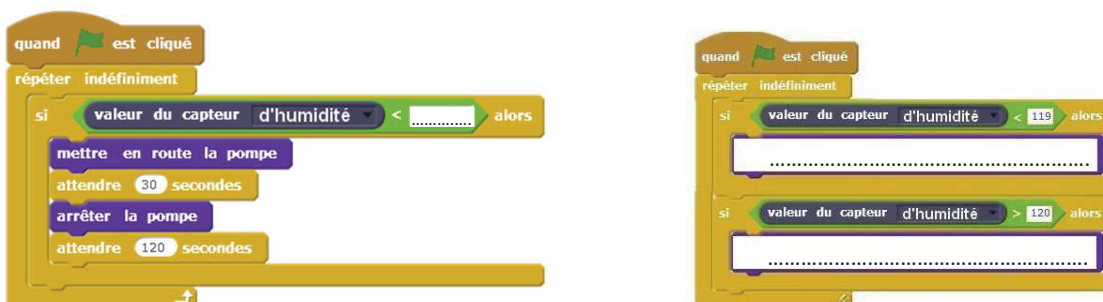

Figure 3 : programme du système d'arrosage
4. La figure 3 ci-dessous, présente les programmes du système d'arrosage réalisés avec scratch (l'un pilote la pompe, l'autre pilote la led). Compléter les parties manquantes.